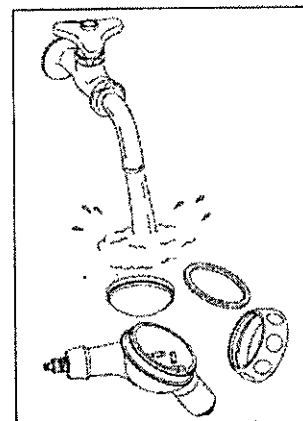

Fig.13
- ③ Lave con el chorro de agua corriente el polvo limpiador adherido en el interior del depósito de polvo y la cubierta del depósito de polvo. (Fig. 13)